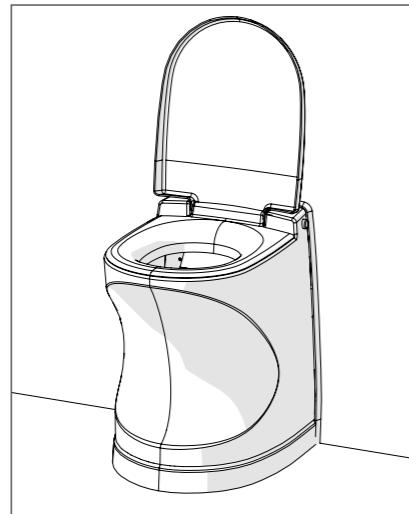

Fig. 2
3. Abaissez la lunette. Les toilettes sont prêtes à être utilisées (fig. 2).